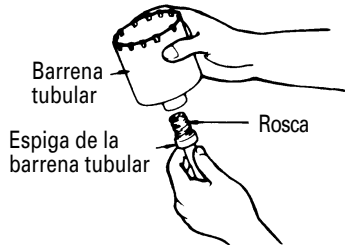

Fig. 26
- (1) Montar la barrena tubular en su espiga. (Fig. 26)